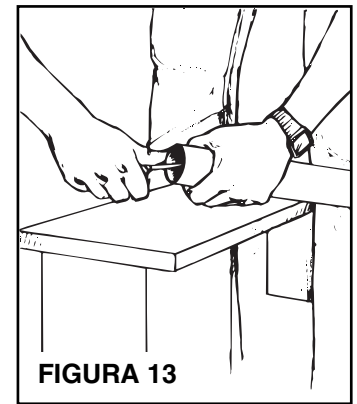

FIGURA 13
9. Véase la Figura 13. Quite la rebaba del interior y exterior del entubado.